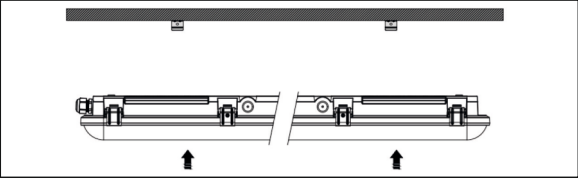

Рис. 2
- 5.12 Закрепите скобы на поверхность установки и защелкните в скобы осветительный прибор (рис. 2).